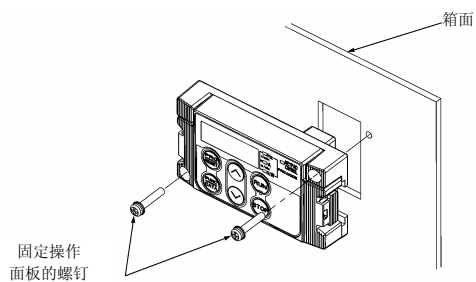

图 2.27 操作面板的安装
- ③ 在安装操作面板的箱面上进行面板开孔。有关面板开孔的详情，请参照第 8 章「8.4.2 操作面板」。
- ④ 用 2 个螺钉将操作面板安装到箱面。（参照图 2.27）